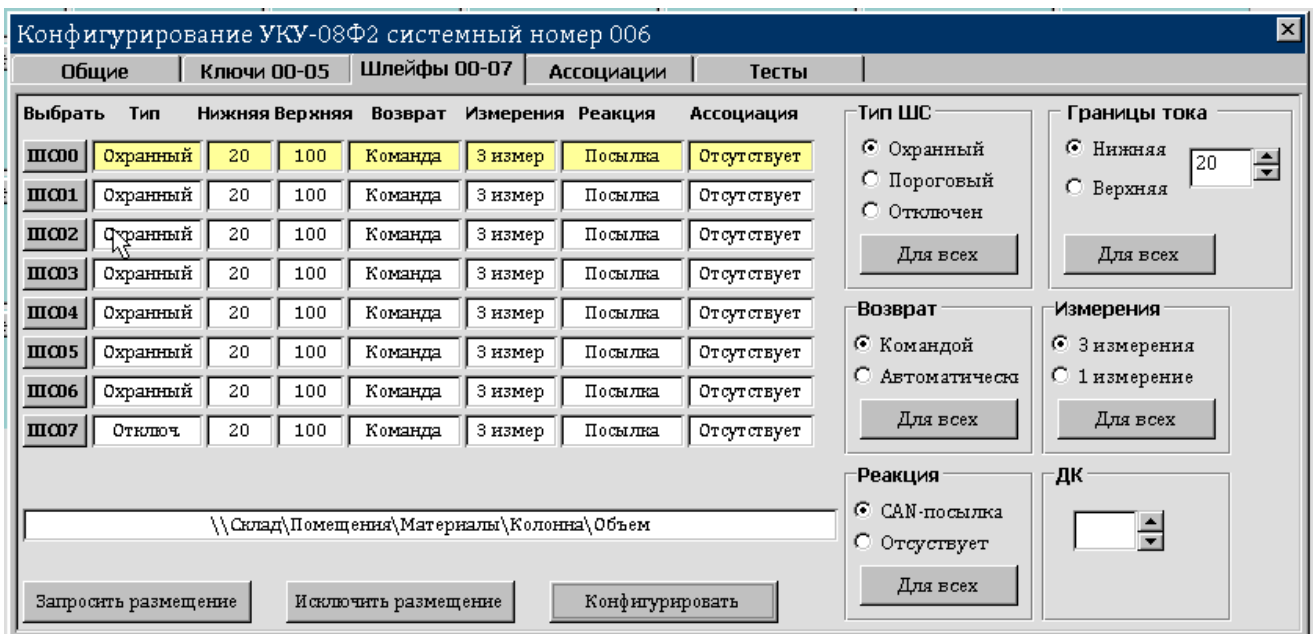

Рисунок 3.23. Конфигурация шлейфов ПК 6.
3.6.19 Используя данные контрольного примера из пункта 3.6.4, выполните конфигурирование и привязку шлейфов и ключей ПК 6. Результат этих операций должен соответствовать конфигурации, приведенной на рис. 3.23, 3.24, 3.25.